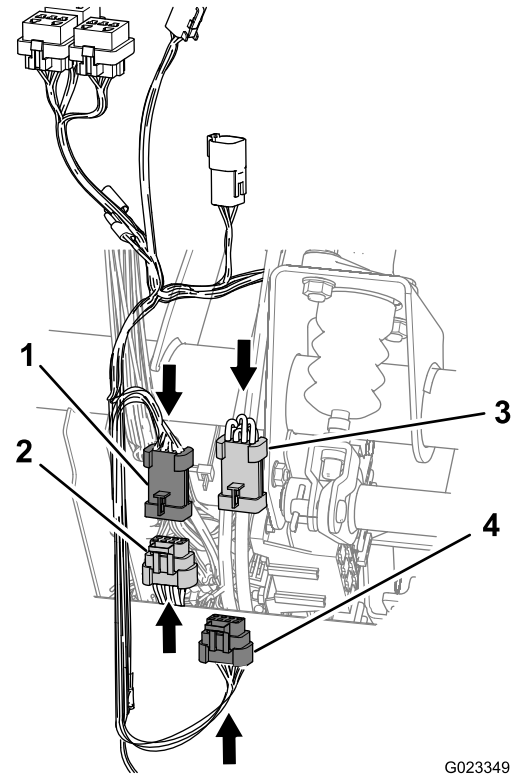

Figura 22
3. Individuate i connettori a 8 pin e 8 prese presenti nel cablaggio preassemblato del kit acceleratore (Figura 22).
4. Collegate il connettore a 8 pin del cablaggio preassemblato del kit acceleratore al connettore a 8 prese del cablaggio preassemblato anteriore della macchina (Figura 22).
5. Collegate il connettore a 8 prese del cablaggio preassemblato del kit acceleratore al connettore a 8 pin del cablaggio preassemblato posteriore della macchina (Figura 22).
1. Dirigete la diramazione del cablaggio preassemblato del kit con il connettore a 2 pin del contactore del freno di stazionamento verso il basso dalle interconnessioni del cablaggio principale collegato ai passaggi 4 e 5 della sezione Collegamento con le interconnessioni del cablaggio principale (pagina 11) e lungo il cablaggio preassemblato posteriore della macchina (Figura 22).